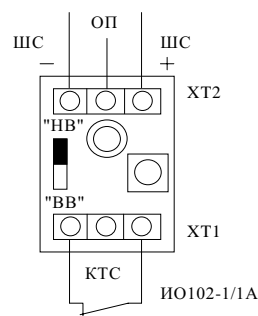

Рис.20
1.3.7.1. Схемы подключений БСКТС приведены на рис.20.